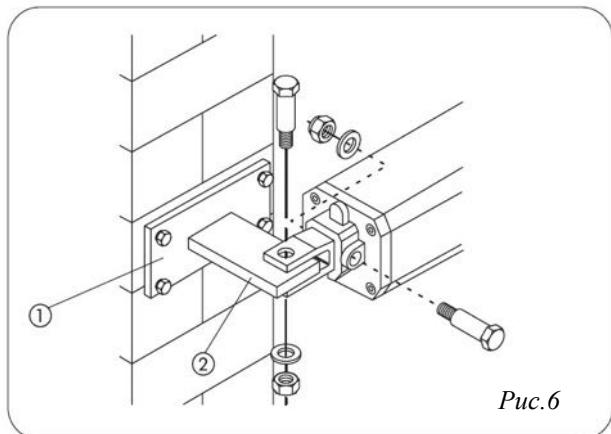

Рис.6
- Для стальных столбов: аккуратно приварите задний кронштейн непосредственно к столбу (Рис.6 ②);
- закрепите с помощью анкеров подпятник кронштейна на столбе (Рис. 6 ①) и затем аккуратно приварите задний кронштейн к подпятнику как показано на Рис.6
2) Прикрепите привод к заднему кронштейну с помощью поставляемых в комплекте винтов (Рис.6).